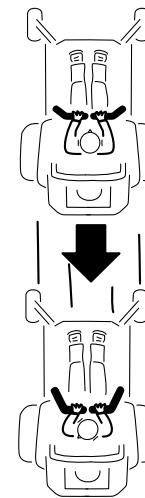

Figura 18
Para andar a direito, aplique pressão igual em ambas as alavancas de controlo do movimento (Figura 18).
2. Para recuar, olhe para trás de si e para baixo, enquanto lentamente puxa as alavancas de controlo do movimento para trás (Figura 18).